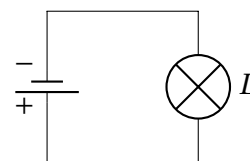

FIGURE 1 – Circuit de référence
L'objectif principal de ce TP est de déterminer le point de fonctionnement du circuit de la figure 1. On cherche à tracer la caractéristique d'une lampe à incandescence. Pour cela, on devra faire varier l'intensité parcourant
9. Point de fonctionnement du circuit de la figure 1.
Expliquer comment rencontrer le point de fonctionnement du circuit de la figure 1. Donner le couple (U,I) correspondant. Vérifier expérimentalement les valeurs du couple (U,I) précédent.